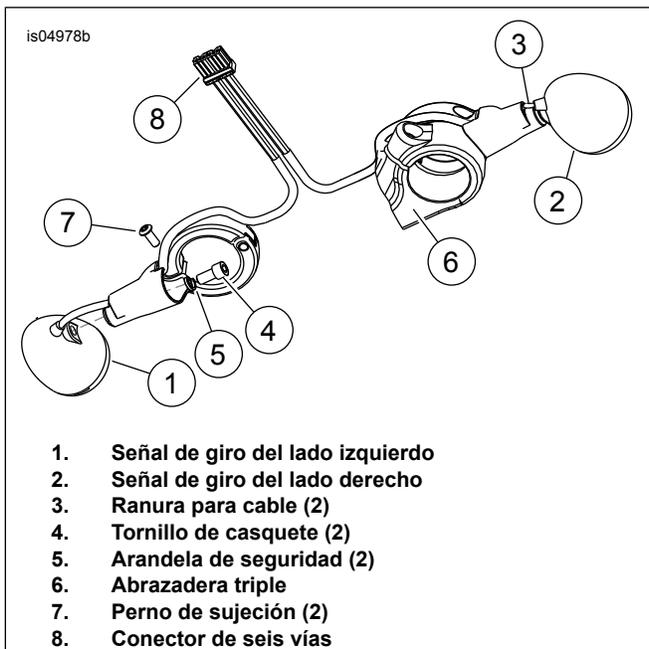

Figura 2. Instalación de la pieza de soporte de montaje y arnés de cables (vista desde la parte inferior)
Vea Figura 2. El arnés que sale de la luz de la señal de giro tiene una sección transversal plana, similar a la ranura (3) ubicada cerca del extremo de la luz del vástago.
1. Vea Figura 2. Cuidadosamente pase la longitud del cable de la luz de la señal de giro dentro del vástago a través de la ranura para cable (3).
7. Vea Figura 2. Instale los terminales hembra de los arneses de las señales de giro en la mitad del conector Multilock de 6 vías negro del lado de la luz [31B], de acuerdo con las instrucciones del Manual de servicio. A menos que lo note distinto en la extracción,